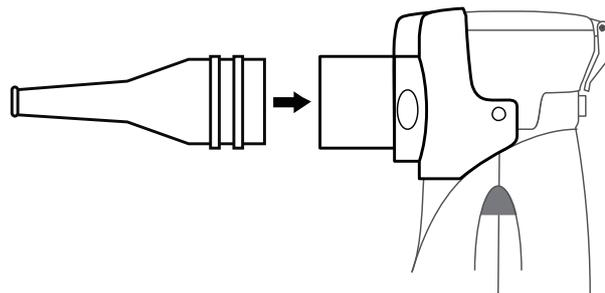

Fig. 9
- Installare l'imboccatura: collegare l'imboccatura alla presa del coperchio esterni lungo la direzione della freccia (vedi Fig. 9).